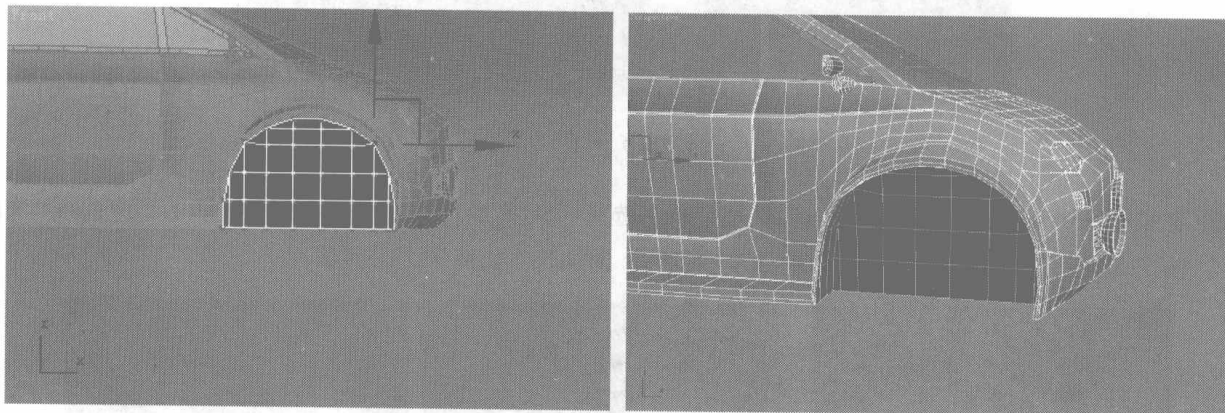

图 7.228
- 05 调整圆柱体的节点，如图 7.228 所示。单击 ，进入元素物体层级，选中该物体，按住 Shift 键，移动复制，在弹出的对话框中，单击 按钮，如图 7.229 所示。